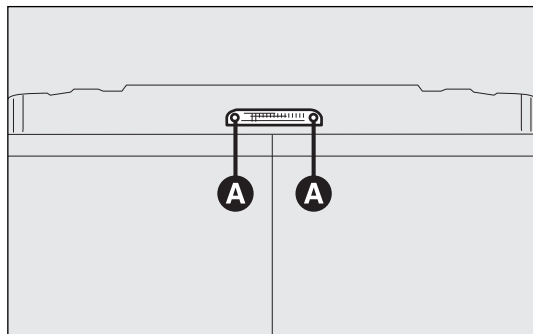

fig. 201
- ☐ quitar los dos tornillos de fijación A-fig. 201;